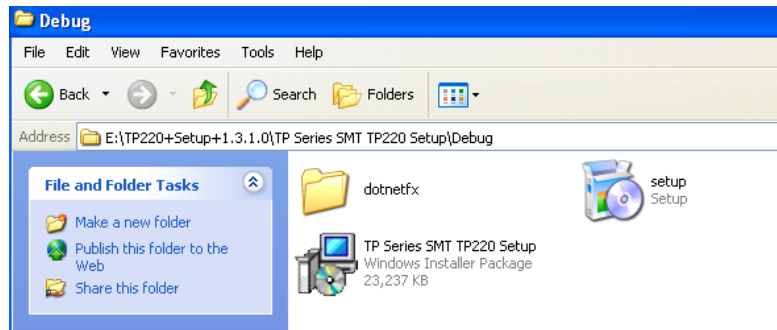

Figura 6. Instalador del software TP220.
- ✓ Clic en la **TP Series SMT TP220Setup.exe** como se muestra en la figura 6.